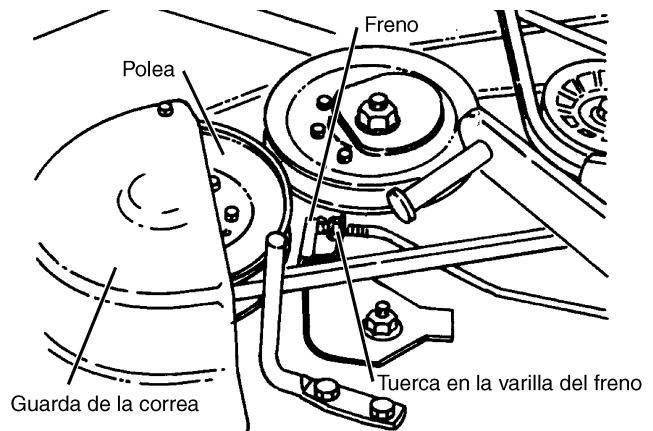

FIGURA 23
- Mida la distancia entre la superficie del freno y la de frenaje de la polea (Vea la FIGURA 23).